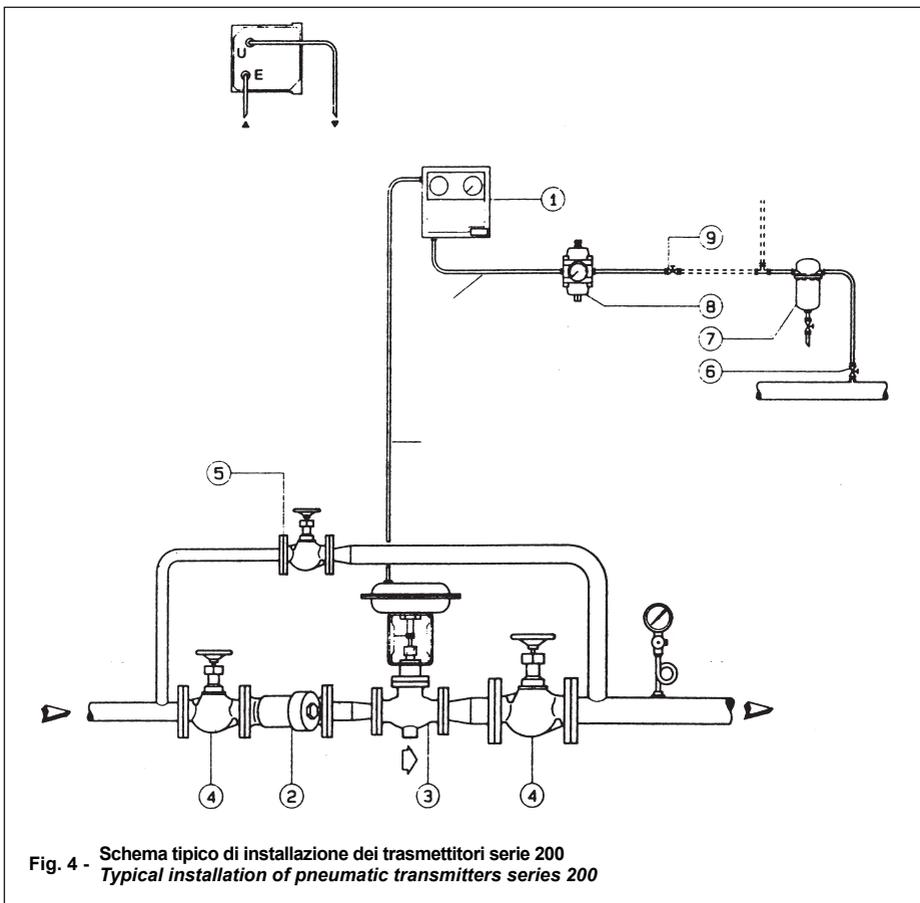

Fig. 4 - Schema tipico di installazione dei trasmettitori serie 200
I risultati ottenibili con la strumentazione pneumatica sono strettamente subordinati alle condizioni di purezza dell'aria di alimentazione. I regolatori pneumatici Serie 200 sono previsti per un'alimentazione alla pressione costante di 1,4 bar-20 psi. È prescritta l'installazione di un filtro, generalmente incorporato nel riduttore di pressione dell'aria, prima di ciascun strumento (part. 8 di Fig. 4; tipo FR 20-M). Si eviteranno con sicurezza inconvenienti dovuti alla ruggine realizzando collegamenti pneumatici in materiale non ferroso (rame, nylon, ecc.). Si consiglia l'impiego di tubetti aventi diametro interno 4 mm. La linea di alimentazione dovrà possibilmente salire verso lo strumento mantenendo, nei percorsi orizzontali, una pendenza non inferiore al 2%. La derivazione della linea di alimentazione dal collettore dell'aria compressa dovrà essere praticata nella parte superiore del tubo per evitare di convogliare condensa allo strumento. Un eventuale separatore di umidità (7.4) posto prima del filtro riduttore, effettuerà l'eliminazione preliminare di acqua e olio eventualmente contenuti nell'aria. Per il regolare funzionamento del filtro-riduttore (8.4), la pressione dell'aria di entrata non dovrà essere inferiore a 2,8±3 bar. È sconsigliabile l'uso di un unico riduttore per l'alimentazione di più strumenti in quanto variazioni improvvise di consumo di aria, dovute all'intervento contemporaneo di più strumenti, possono disturbare il funzionamento dei singoli regolatori (si consiglia un riduttore ogni due strumenti).
It is strongly recommended to fit a suitable filter on the air inlet of each controller however this is usually supplied as integral part of the auxiliary air pressure regulator (part. 8 on Fig. 4; type FR 20-M). Troubles due to possible presence of rust in the compressed air will be prevented by using non ferrous materials like nylon or copper for pneumatic piping and compression fittings; the use of tubing with 4 mm internal size is advisable. The air supply line to each single instrument should be taken from the top side of the air header and should slope down from the instrument so that condensed moisture cannot drain into it; a 2% minimum slope is recommended.
Il segnale deve essere convogliato alla valvola a diaframma (3) con tubo di rame o nylon come in Fig. 4.
Nel caso di impianti a funzionamento continuo, onde rendere possibile la periodica manutenzione della valvola, si consiglia di installare due valvole di intercettazione (4) ed una di by-pass (5) come illustrato nella Fig. 4.
I collegamenti pneumatici da realizzare sono visibili in Fig. 4. Sul retro degli strumenti sono riportati gli stessi riferimenti indicati sullo schema per i vari attacchi pneumatici.
Signal must be conveyed to the pneumatic control valve (3) by means of a copper or nylon tubing as shown in Fig. 4.
For installations requiring continuous operation it is advisable that two isolating valves (4) and a by-pass valve (5) are fitted, as shown in Fig. 4, to enable periodic maintenance of control valve.
Pneumatic piping arrangement is shown in Fig. 4.